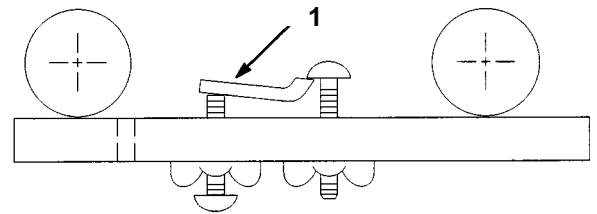

Bild 13
3. Eine Meßlehre auf die vordere und hintere Walze legen. Der vordere Schraubenkopf muß eng über die Schnittkante des Untermessers passen, während die Unterseite der hinteren Schraube die Unterseite des Untermessers berühren muß (Bild 13 & 14). Die vorderen und hinteren Walzen müssen die Meßlehre berühren. Die Neigung an beiden Seiten nachprüfen.